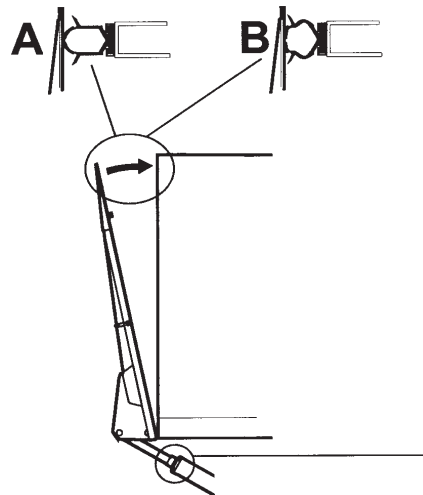

Bild 44. Justering av anliggning mot påbyggnad.
4. Vrid justerhylsan så att lyftbryggan går precis mot tätningen på påbyggnationen, se Bild 44 (A).
9. Justera sedan båda cylindrarna den sista biten växelvis så att bryggan går mot påbyggnationen, se Bild 44 (B).